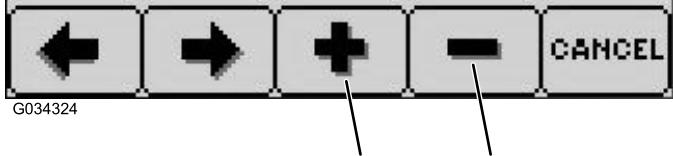

Figura 22
7. Prima o botão 3 para aumentar a distância pretendida ou prima o botão 4 para diminuir a distância pretendida (Figura 22).